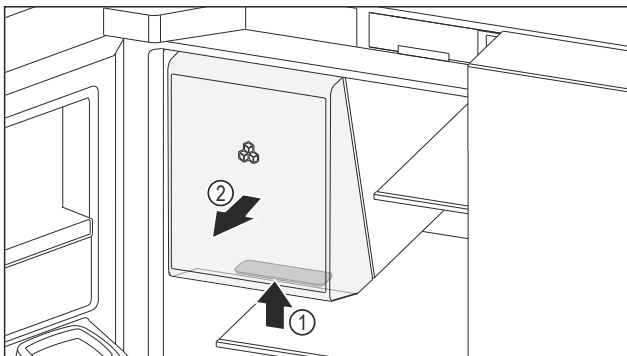

Fig. 157 Estrazione dello scomparto portaghiaccio
- Afferrare la maniglia incassata Fig. 157 (1) nello scomparto portaghiaccio inferiore e allo stesso tempo estrarlo in avanti Fig. 157 (2).